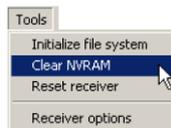

Figura 5-17. Cancellazione della NVRAM con PC-CDU
2. Fare clic su **Tools ► Clear NVRAM** (Figura 5-17).